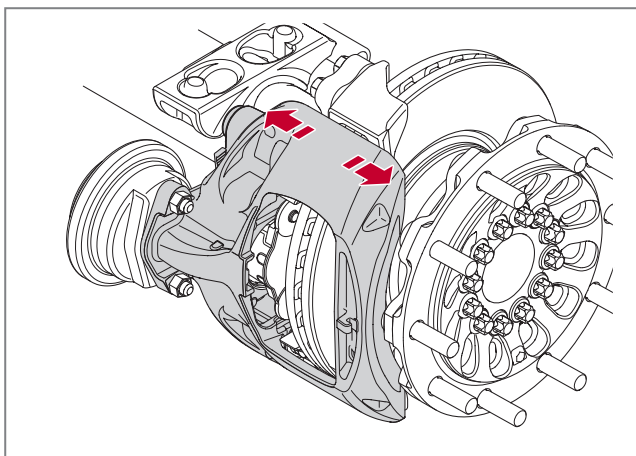

Abb. 31 - Freie Beweglichkeit des Bremssattels, muss frei auf den Führungsbolzen gleiten können
2. Bewegen Sie den Bremssattel manuell vor und zurück, nachdem die Bremsbeläge demontiert wurden und überprüfen Sie seine Beweglichkeit, siehe ► *Abb. 31*.